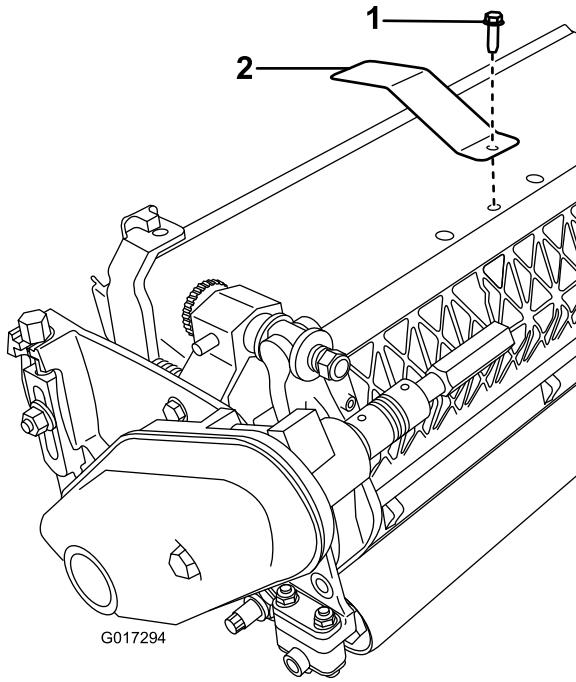

図 13
- 中央のグラスシールドボルトを外す **図 13**。
- 取り外したボルトを使って、ターゲットプレートをカッティングユニット上部プラスチック製カウリングの下に取り付ける **図 13**。